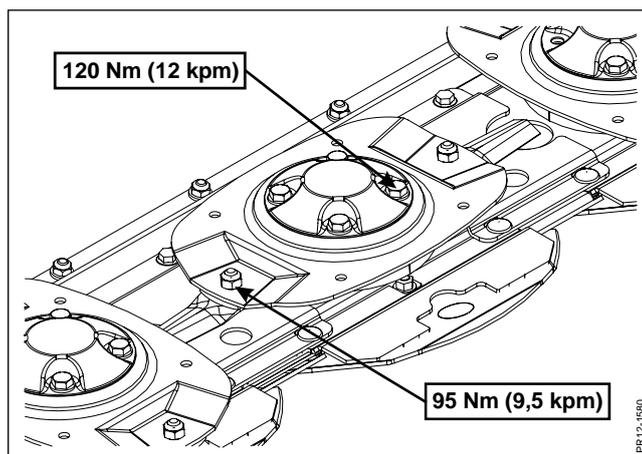

Abb. 5-31
**Abb. 5-31** Die Scheiben sind mit 4 Schrauben befestigt, die mit 120 Nm (12 kpm) angezogen werden müssen. Messerbolzen müssen mit 95 Nm (9,5 kpm) angezogen werden.